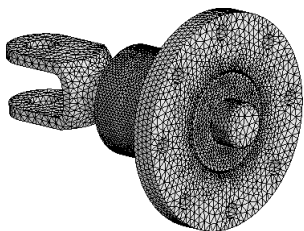

图 7.10.6 网格划分结果
(1) 局部控制一。单击“Mesh”工具栏中的 **Mesh Control** 按钮, 在下拉列表中选择 **Contact Sizing** 选项, 弹出“Details of ‘Contact Sizing’ - Contact Sizing”对话框。在对话框中的 **Contact Region** 下拉列表中选择 **Rough - SHAFT-BUSH TO CONNECTOR-SHAFT** 选项, 在 **Element Size** 文本框中输入数值 3.0, 完成局部控制参数定义。
(2) 局部控制二。再次单击“Mesh”工具栏中的 **Mesh Control** 按钮, 在其下拉列表中选择 **Contact Sizing** 选项, 在“Details of ‘Contact Sizing’ -- Contact Sizing”对话框的 **Contact Region** 下拉列表中选择 **Rough - SHAFT-BUSH TO OUT-BUSH** 选项, 在 **Element Size** 文本框中输入数值 3.0, 完成局部控制参数定义。
(3) 单击“Mesh”工具栏中的 **Update** 按钮, 网格划分结果如图 7.10.6 所示。